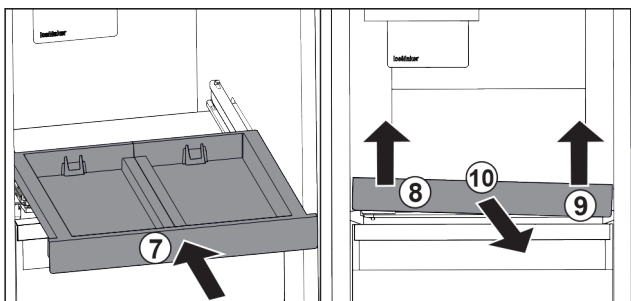

Fig. 120
- ▶ Auszugsbord einschieben. Fig. 120 (7)
- ▶ Auszugsbord vorne links anheben. Fig. 120 (8)
- ▶ Auszugsbord vorne rechts anheben. Fig. 120 (9)
- ▶ Auszugsbord nach vorne entnehmen. Fig. 120 (10)